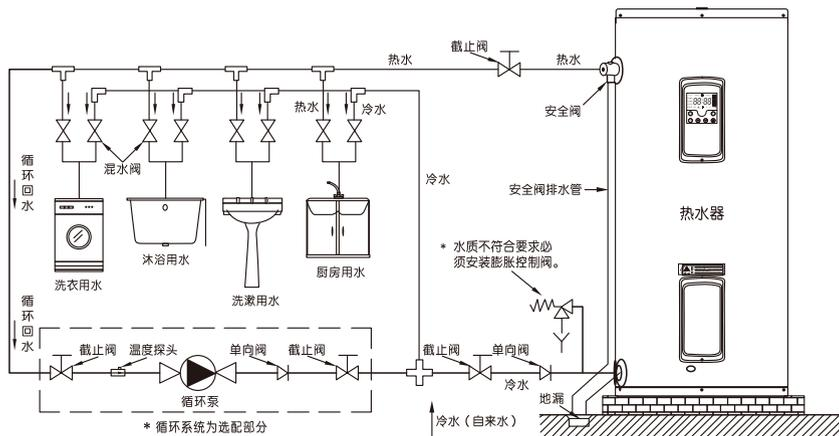

图 2 管路连接示意图
- ◆ 循环水泵必须安装在靠近热水器进水口2米以内，具体安装参见图2。